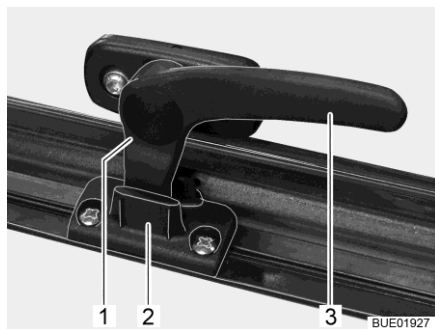

Bild 14 Låsarm i läget "kontinuerlig vädning"
- I läget "kontinuerlig vädning" (Bild 14)
- Sväng låsarmen (Bild 14,3) ett kvarts varv mot fönstrets mitt.
- Sväng låsarmen ett kvarts varv mot fönsterkarmen. Därvid måste låsspaken (Bild 14,1) föras in i spåret på fönsterlåset (Bild 14,2).